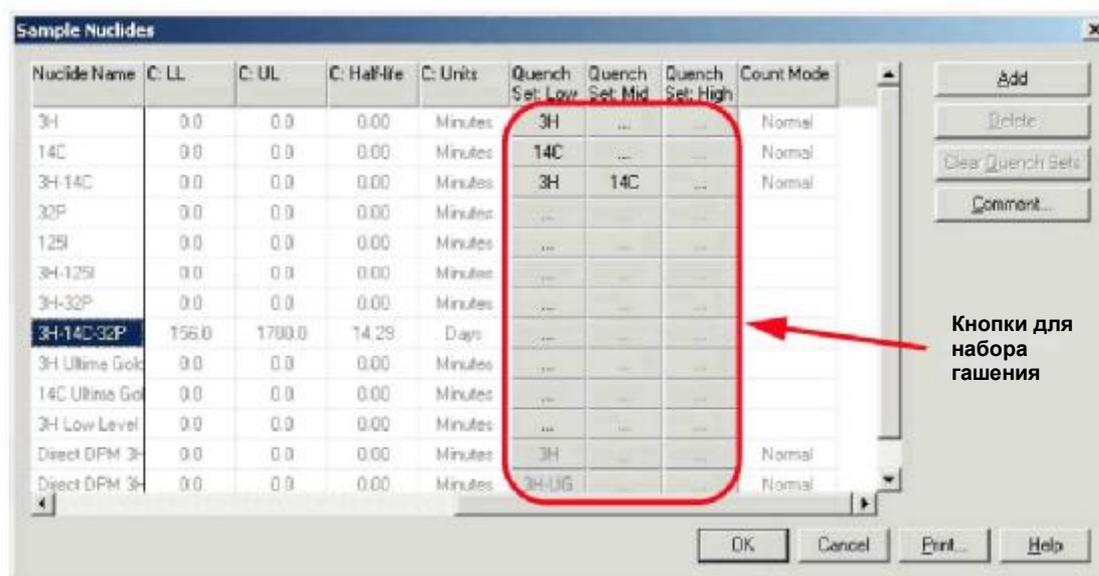

Рисунок 2-16. Окно Sample Nuclides (Нуклиды образцов).
2. Когда появляется окно *Sample Nuclides* (Нуклиды образцов) (Рисунок 2-16), найдите нуклид образца в списке и щелкните по одной из кнопок Набор для гашения для данного нуклида.
Имя выбранного набора для гашения должно появиться в окне *Sample Nuclides Library* (Библиотека нуклидов образцов) (Рисунок 2-16, страница 37) на кнопке Quench Set. Повторите шаги с 1 по 3, чтобы связать другой набор для гашения с нуклидом образца.